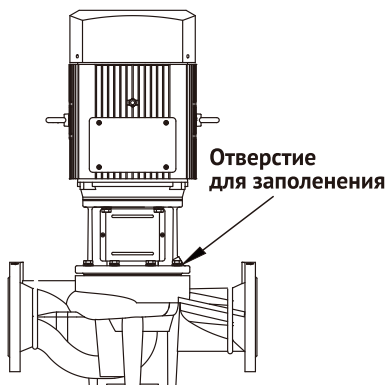

Рисунок 13 – Заполнение насоса
- б) выкрутите винт-пробку из отверстия для заполнения (поз. 1, см. рисунок 13).